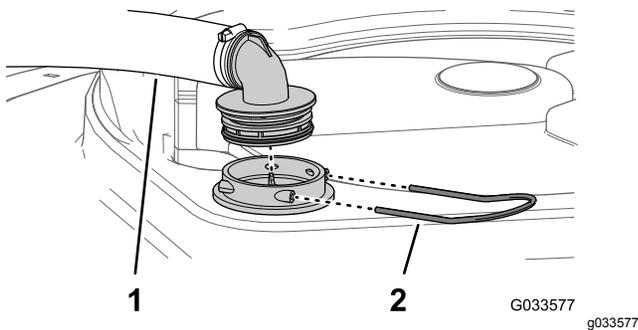

Figura 21
2. En la parte superior del depósito de fumigación, retire la horquilla de retención que sujeta el acoplamiento que está conectado a la manguera grande y al alojamiento del filtro (Figura 21).
3. Retire la manguera y el acoplamiento del alojamiento del filtro (Figura 21).